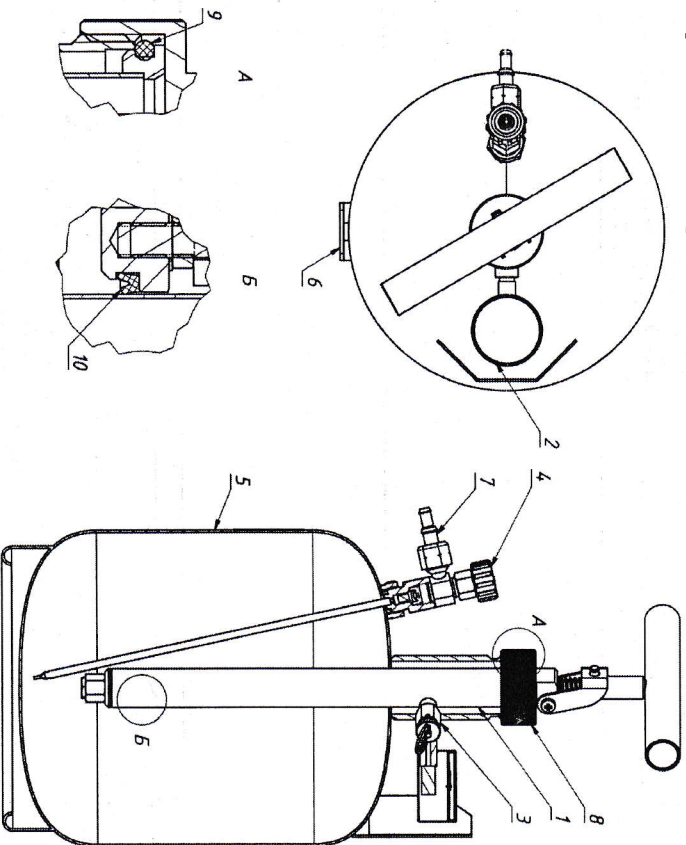

Рис.1 Бачок для жидкого горючего.
4.2 Устройство бачка отражено на рис. 1.